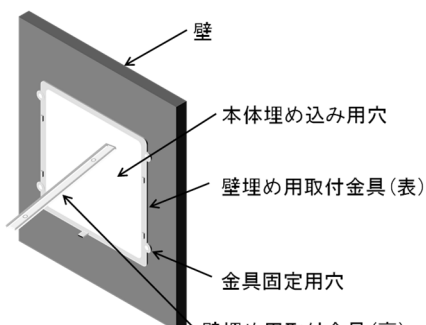

図3.4.2
- 穴を通して取付金具(裏)(*1、2)を壁の背面に差し込みます。(図3.4.2、3)